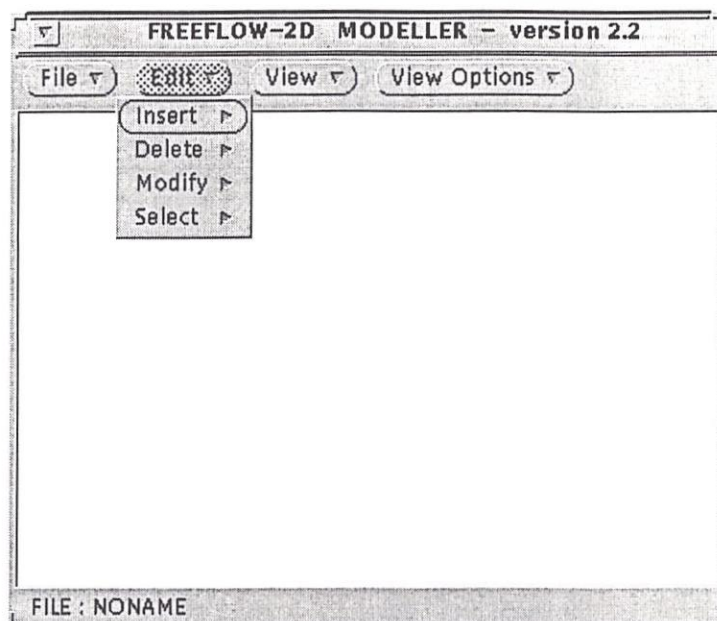

Figura 1.13: Opções do *Edit*
- *Edit*: o botão *Edit* possui quatro opções, *Insert*, *Delete*, *Modify* e *Select*, como mostra a figura 1.13.